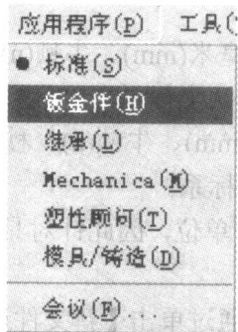
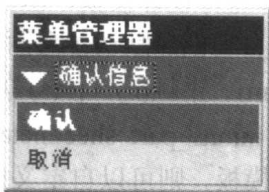
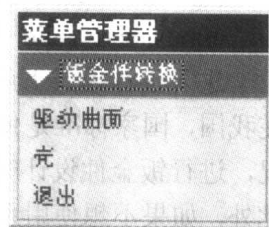

图 1.6 【应用程序】菜单
图 1.7 【确认信息】菜单
图 1.8 【钣金件转换】菜单
- 在实体零件设计模式下, 如果未创建任何特征(零件), 单击【应用程序】|【钣金件】命令, 如图 1.6 所示, 系统将自动转入钣金设计模式中。
- 在实体零件设计模式下, 如果创建了基准面特征, 当要进入钣金设计模式时, 单击【应用程序】|【钣金件】命令, 如图 1.6 所示, 系统将在【菜单管理器】中显示如图 1.7 所示的【确认信息】菜单, 单击【确认】命令, 系统将转入钣金设计模式中。
- 在实体零件设计模式下, 如果已经创建了零件特征, 当要将实体零件转换为钣金零件时, 单击【应用程序】|【钣金件】命令, 如图 1.6 所示, 系统将在【菜单管理器】中显示如图 1.8 所示的【钣金件转换】菜单, 提供【驱动曲面】和【壳】两种转换方式, 单击其中一个命令, 并进行相应的设置, 系统会将实体零件转换为钣金零件, 并且进入钣金设计模式中。